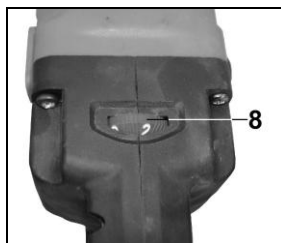

Рис. 8
7.4. Регулировка частоты вращения шпинделя (Рис. 8)